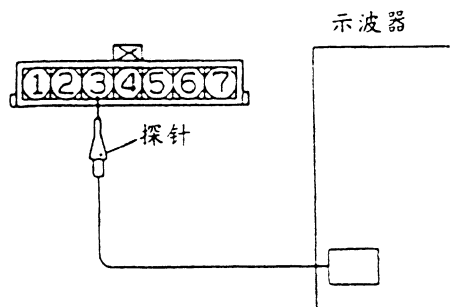

图 3-9 使用示波器检查波形
(1) 拆下空气流量传感器接头, 在接头之间连接专用工具 (测试线: MB991709)。
(2) 如图 3-9 所示, 将示波器的探针接到空气流量传感器接头 3 号端子。